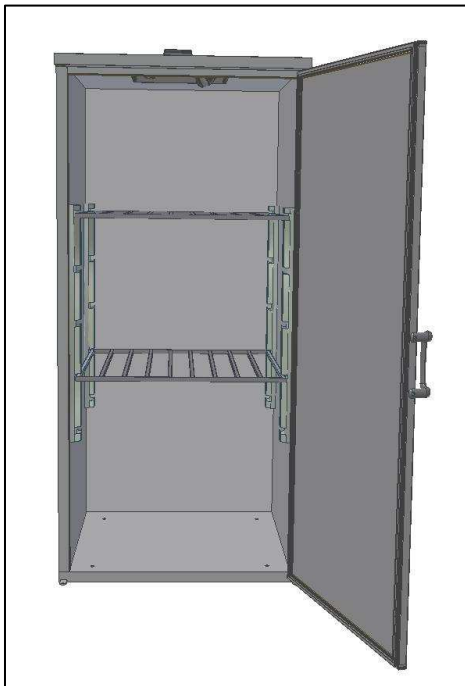
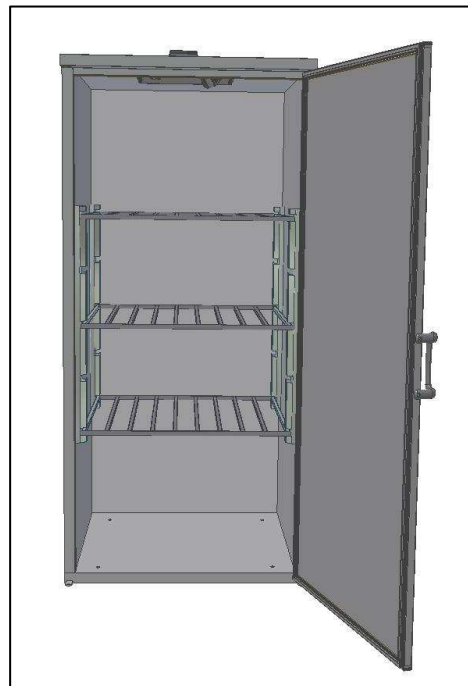

Fig. 14
Fig. 15
- Collocare **le griglie** all'interno dell'armadio. Armadio 1850 (Fig.14), Armadio 2000 (Fig. 15);